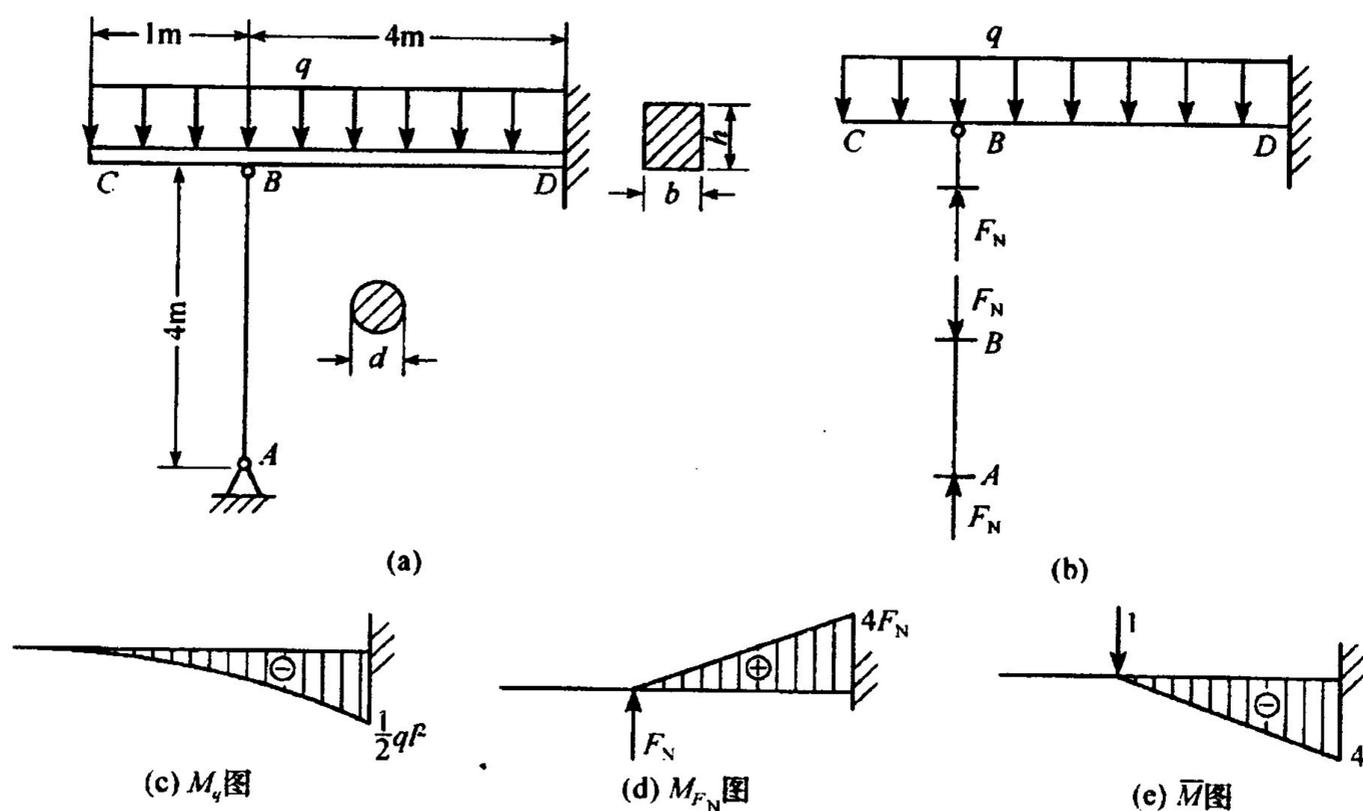

图 8.3
8.3 图 8.3(a)所示结构，分布载荷 $q=20\text{kN/m}$ ，梁的截面为矩形， $b=90\text{mm}$ ， $h=130\text{mm}$ ，柱的截面为圆形，直径 $d=80\text{mm}$ 。梁和柱的材料均为 Q235 钢， $E=200\text{GPa}$ ， $[\sigma]=160\text{MPa}$ ， $[\sigma_p]=200\text{MPa}$ ，规定稳定安全因数 $n_{st}=3$ 。试校核结构的安全性。(25 分)
(1) 求 AB 杆的轴力 F_N 。取相当系统如图 8.3(b)所示，其变形几何关系为在 q 、 F_N 作用下梁在 B 点的挠度应等于 AB 的缩短，即 $\Delta_{Bq} = \Delta_{BF_N} = \Delta l_{AB}$
选用图乘法求 Δ_{Bq} ，作 M_q 、 M_{F_N} 、 \bar{M} 图如图 8.3(c)~(e)所示。图 8.3(c)、(e)相乘得